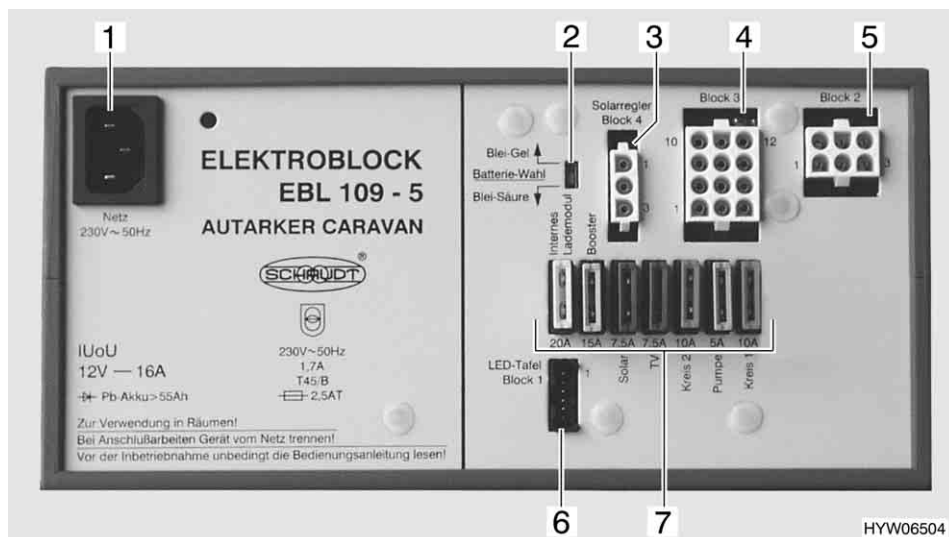

Fig. 62 Centralina elettrica EBL 109
A seconda del modello, la centralina elettrica (Fig. 62) è situata nel cassone letto anteriore o in quello anteriore destro.
- L'impostazione di stabilimento del selettore batteria (Fig. 62,2) ("Piombo-Gel") non deve essere modificata.